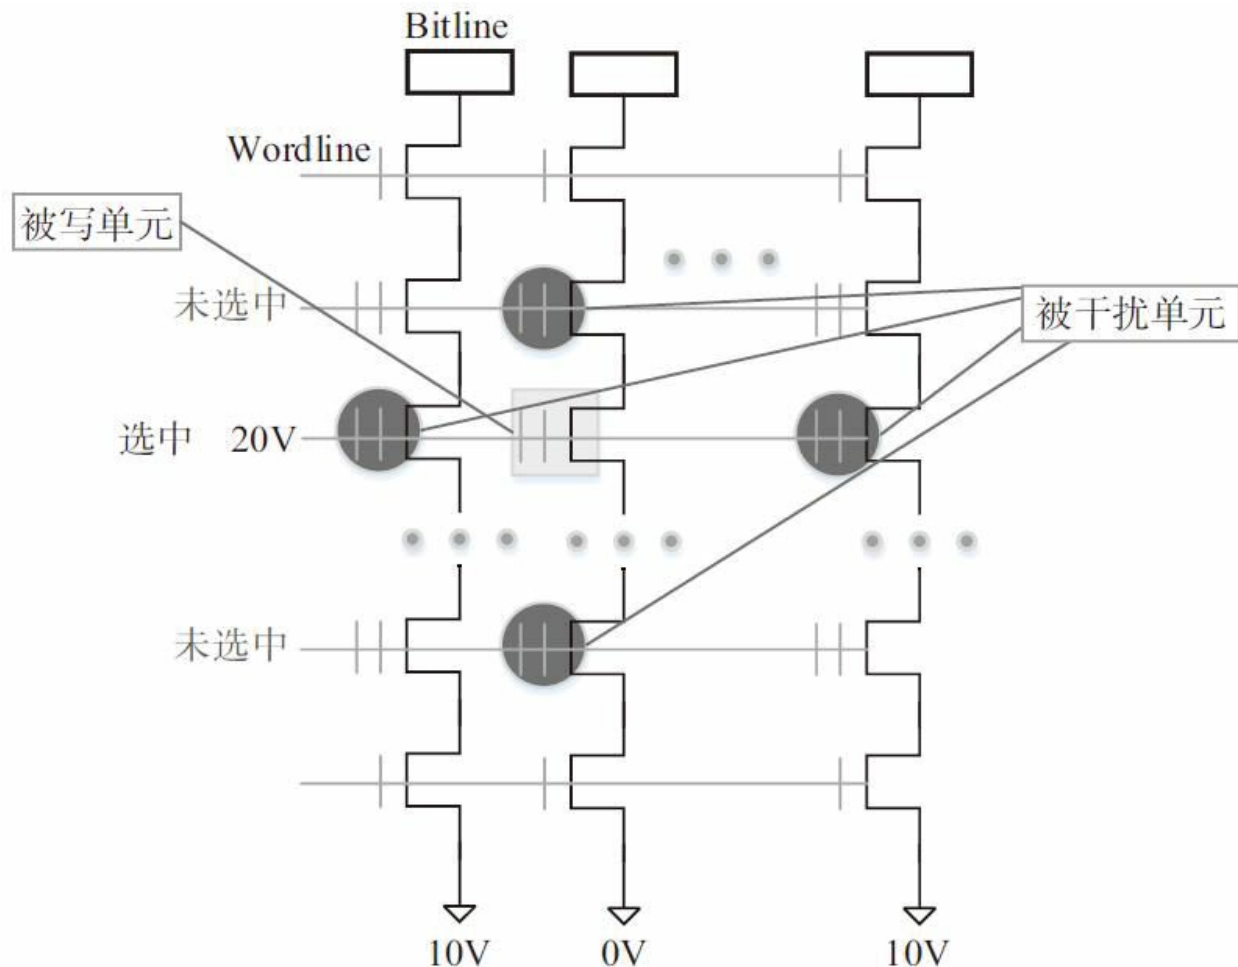
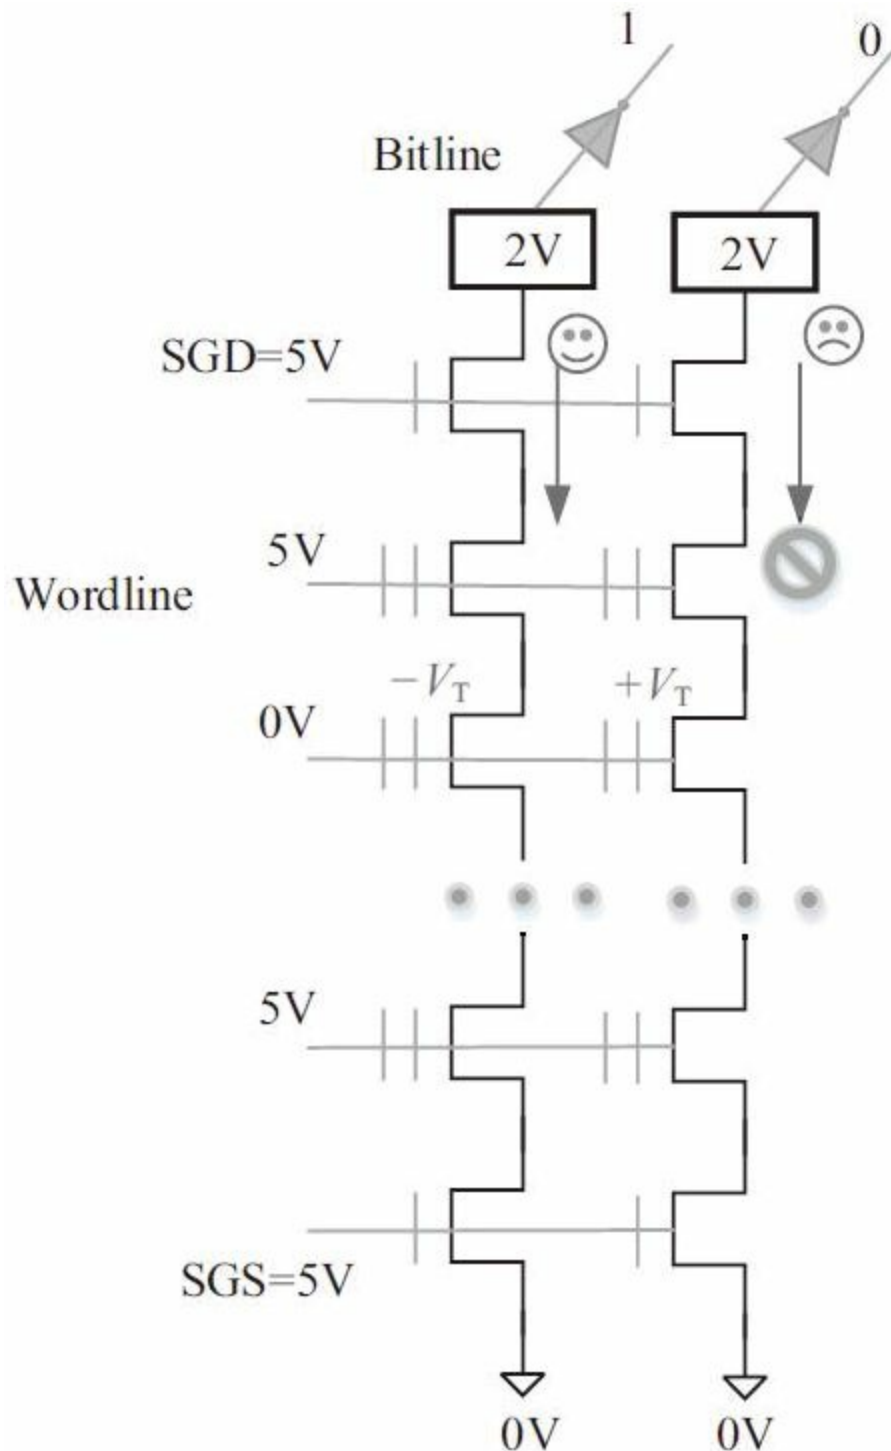

图3-45 写干扰原理
图3-47 读操作电压示例
除了读干扰会导致比特翻转，写干扰（**Program Disturb**）也会导致比特翻转。还是要回到闪存内部的写原理上来，如图3-45所示。
我们写一个闪存页的时候，数据是0和1混合的。由于擦除过的闪存块所有的存储单元初始值是1，只有写0的时候才真正需要操作。如图3-45所示，方框里的单元是写0，即需要写的，圆圈里的单元的代表写1，并不需要写操作。我们这里把方框里的单元称为Programmed Cells，圆圈里的单元称为Stressed Cells。写某个闪存页的时候，我们是在其Wordline控制极加一个正电压（图3-47中是20V）。Programmed Cells所在的String是接地的；不需要写的单元所在的String接一个正电压（图3-47中为10V）。这样最终产生的后果是，Stressed Cell也会被轻微写。与读干扰不同的是，写干扰影响的不仅是同一个闪存块当中的其他闪存页，自身闪存页也会受到影响。相同的是，都会因不期望的轻微写导致比特翻转，都会产生非永久性损伤，经擦除后，闪存块还能再次使用。
- 写过的晶体管阈值电压变大（如图3-47所示， $>5V$ ，即使控制极加5V电压，它也是截止的），有可能在其他的单元读的时候，把整个Bitline都给关了。